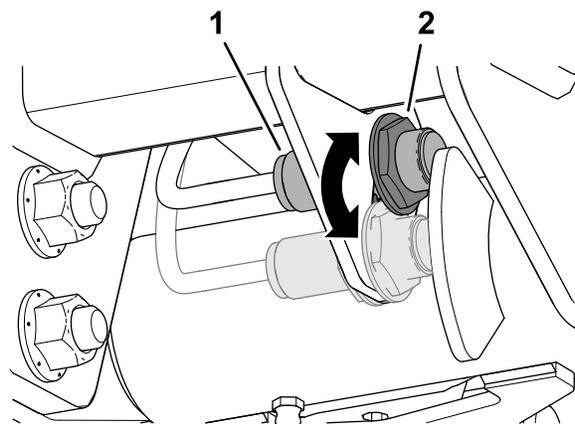

Figura 53
3. Desaperte a porca de retenção que fixa o interruptor do braço de elevação à placa do interruptor (Figura 53).